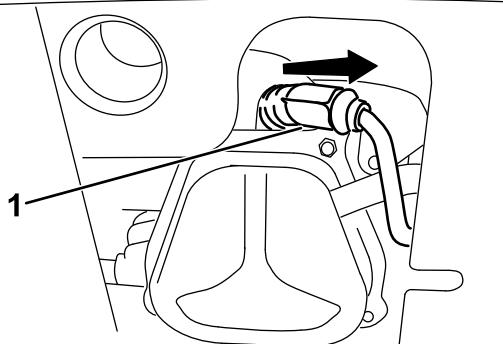

Figure 44
- Enlevez le capuchon (Figure 44).